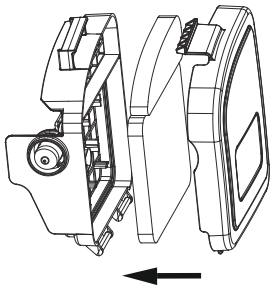

Fig. 15
2. Reemplace el elemento del filtro de aire. (Fig.15)